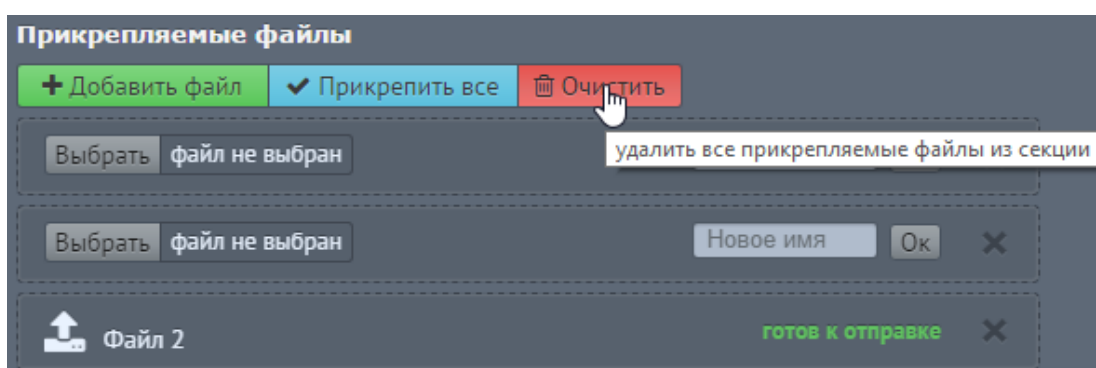

Рисунок 52 – Очистка списка прикрепляемых файлов
- Чтобы удалить все прикрепленные файлы, нажмите кнопку «Очистить» (Рисунок 52):